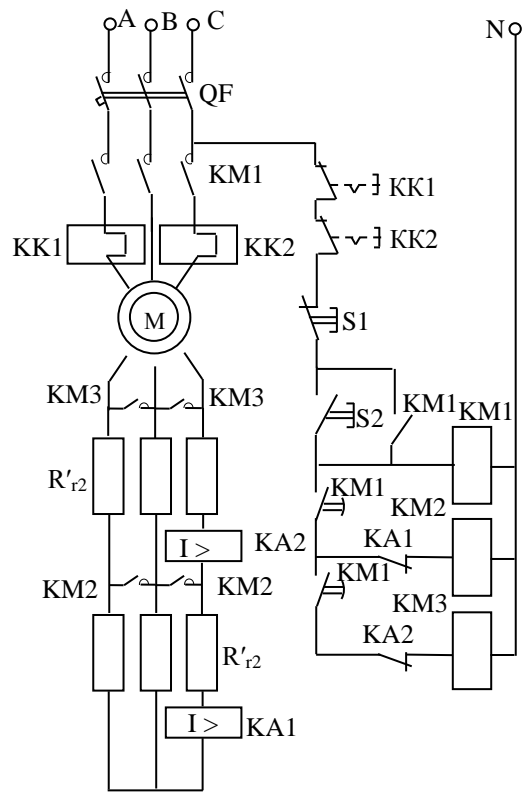

Рисунок 3.17
2) рисунок 3.17 – схема управления, защиты от перегрузок и коротких замыканий и автоматизированного реостатного пуска асинхронного двигателя с фазным ротором в функции тока [1, с.468];